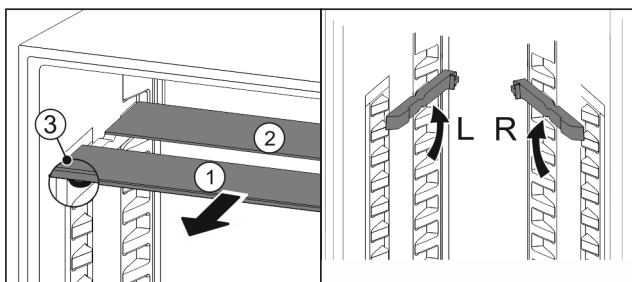

Fig. 126
- Посуньте Fig. 126 (1) скляну панель вперед.
- Скляна панель Fig. 126 (1) з декоративною планкою лежить спереду.
- Стопори Fig. 126 (3) показують вниз.